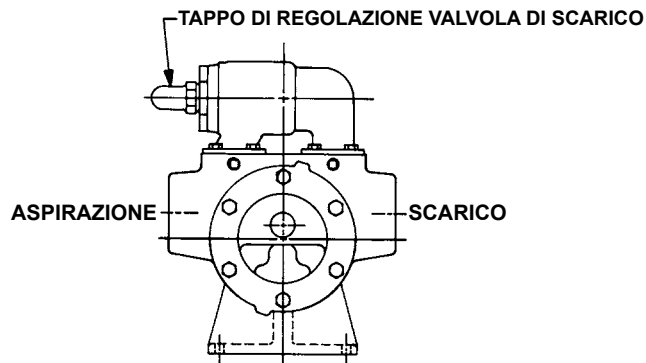

FIGURA 3
4. Il tappo a vite di regolazione della valvola di scarico deve essere sempre diretto verso il lato di aspirazione della pompa. Se la rotazione della pompa viene invertita, rimuovere la valvola di scarico e invertire le estremità. **Figura 3.**